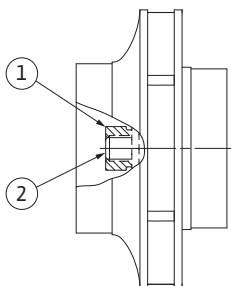

Fig. 53: Position correcte de l'écrou de blocage de roue après le montage
29. Maintenir l'arbre (voir l'étape 24) et serrer l'écrou de blocage de roue au couple de serrage prescrit (voir liste «Tableau 11 : Couples de serrage des vis» à la page 54). L'écrou (fig. 53, pos. 1) doit être au contact à env. $\pm 0,5$ mm avec l'extrémité de l'arbre (fig. 53, pos. 2). Si ce n'est pas le cas, desserrer l'écrou et répéter les étapes 25 à 29.